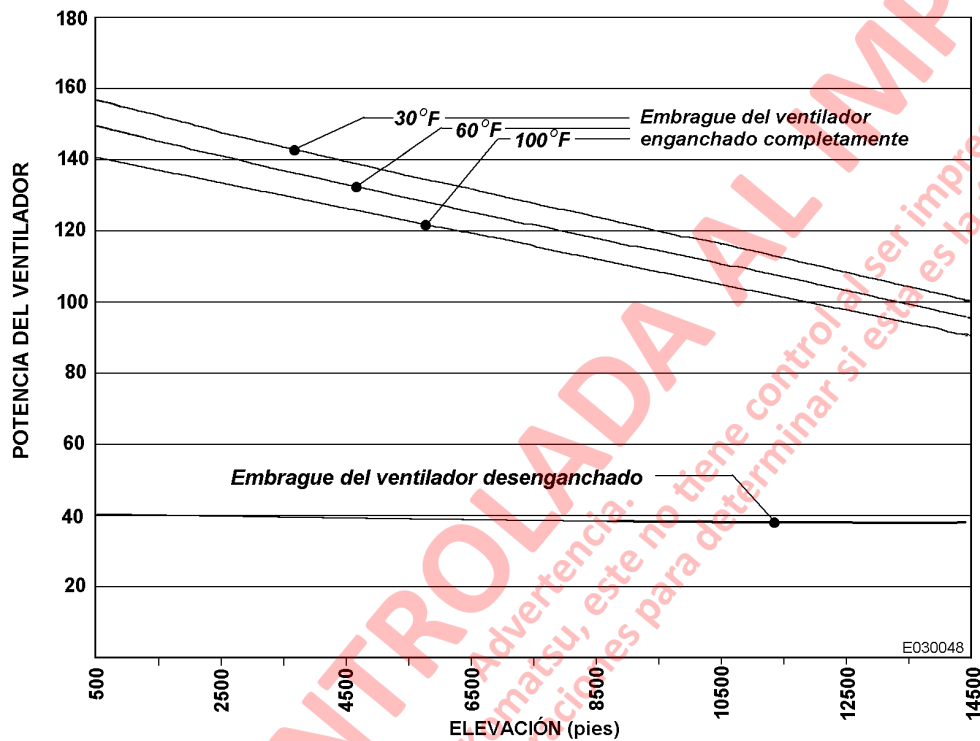

FIGURA 3-17. PÉRDIDA PARÁSITA TOTAL A TODA POTENCIA
- c. Vea la curva de pérdidas parásitas en la Figura 3-17.